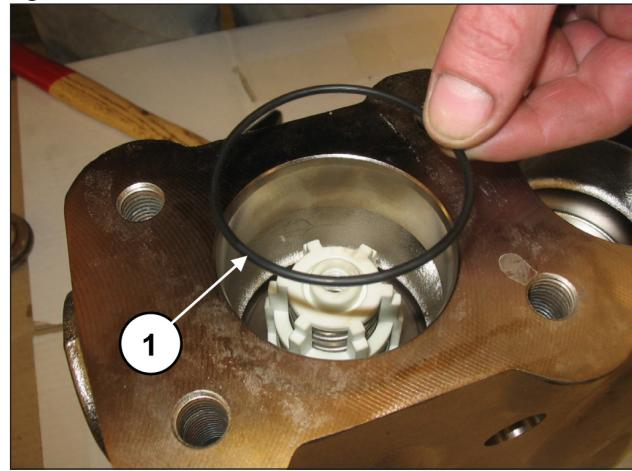

Fig. 127
Insira o anel circular, pos. de explosão nº. 17 (pos. ①, Fig. 127).